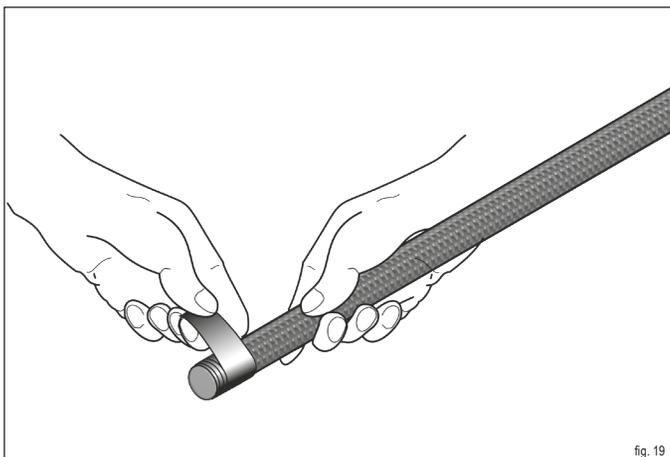
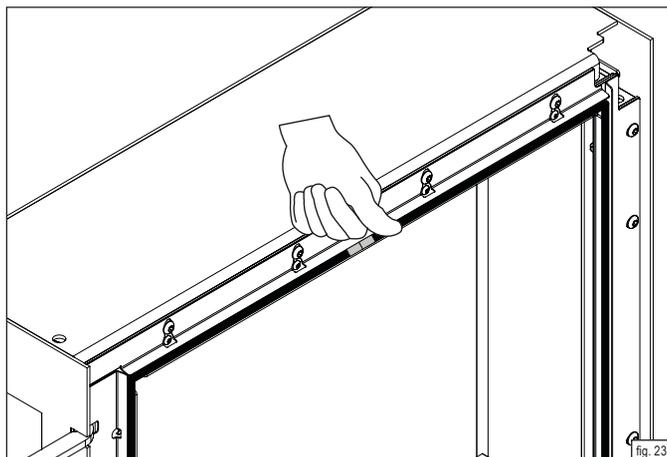

fig. 19
fig. 23
- ▶ Avvolgere la nuova guarnizione con il nastro di rame da un lato con una lunghezza di circa 3 cm (fig. 19).
- ▶ Avvolgere l'estremità anche con il nastro di rame (fig. 19) e premere la guarnizione all'interno della guida (fig. 23)